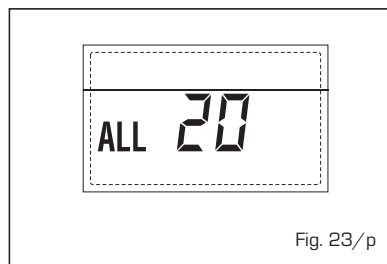

Fig. 23/p
- **ANOMALÍA AVERÍA SONDA IMPULSIÓN PRIMERA ZONA MEZCLADA "ALL 21"** (fig. 23/q)